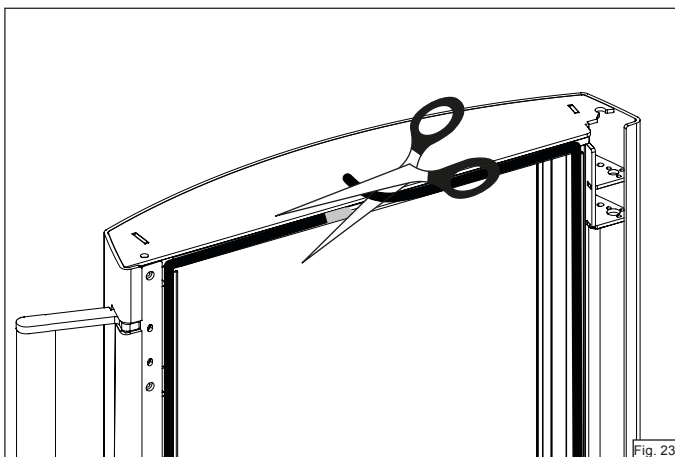

Fig. 23
- Commencez à poser le joint au milieu du guide, dans la zone supérieure de la porte du foyer. Appuyez uniformément sur le joint dans le guide (Fig. 22). Laissez dépasser l'extrémité un peu et coupez le joint à ras (Fig. 23).